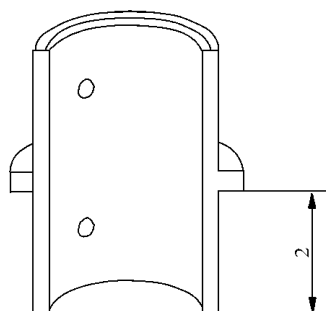

图 4-68 测量定距环套上的距离 2
7) 如图 4-68 所示，测量定距环套上的距离。如果距离不符合标准，则换上一个新的定距环套。如果距离符合标准，则转到第 8) 步。标准值：24.03 ~ 24.06mm。